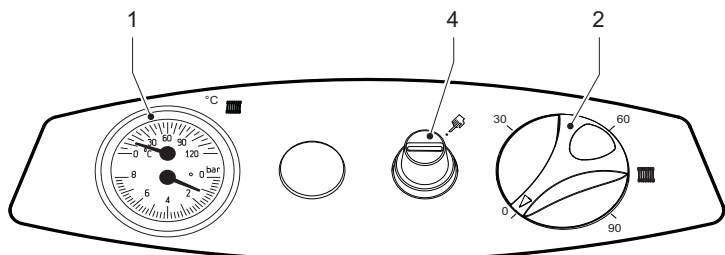

рис. 1 - Панель управления
- Поместите термостат регулировки котла (поз. 2 - рис. 1) на минимальное значение.
- Поместите термостат регулировки котла (поз. 2 - рис. 1) на требуемое температурное значение (не менее 50°).
Если повернуть рукоятку 2 на рис. 1 по часовой стрелке, температура воды в системе отопления повышается, и наоборот. Температуру воды в системе отопления можно регулировать в пределах от 30° до 90°. Однако не рекомендуется эксплуатировать котел при температуре ниже 45°.
Задайте с помощью комнатного термостата нужную температуру внутри помещения. При поступлении команды от комнатного термостата котел включается, обеспечивая нагревание воды в системе отопления до температуры, заданной регулирующим термостатом 2 на рис. 1. При достижении в помещении желаемой температуры котел выключается.
Давление напора при заполнении холодного контура, считанное гидрометром котла (поз. 1 - рис. 1), должно составлять приблизительно 1,0 бар. Если во время работы давление воды в системе упало (из-за испарения растворенных в воде газов) до величины ниже вышеуказанного минимума, пользователь должен открыть кран подачи воды (в поставку не входит) и довести давление до первоначального значения. По окончании операции всегда закрывайте кран подачи воды.
Откройте крышку термостата дымовых газов (поз. 4 - рис. 1) и нажмите на кнопку под ним. В случае повторяющихся блокировок котла обратитесь в ближайший сервисный центр